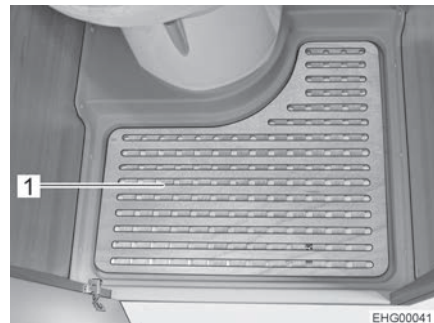

Bild 149 Uttagbar golvplatta
- Ta bort den uttagbara golvplattan (Bild 149,1) när du vill duscha.